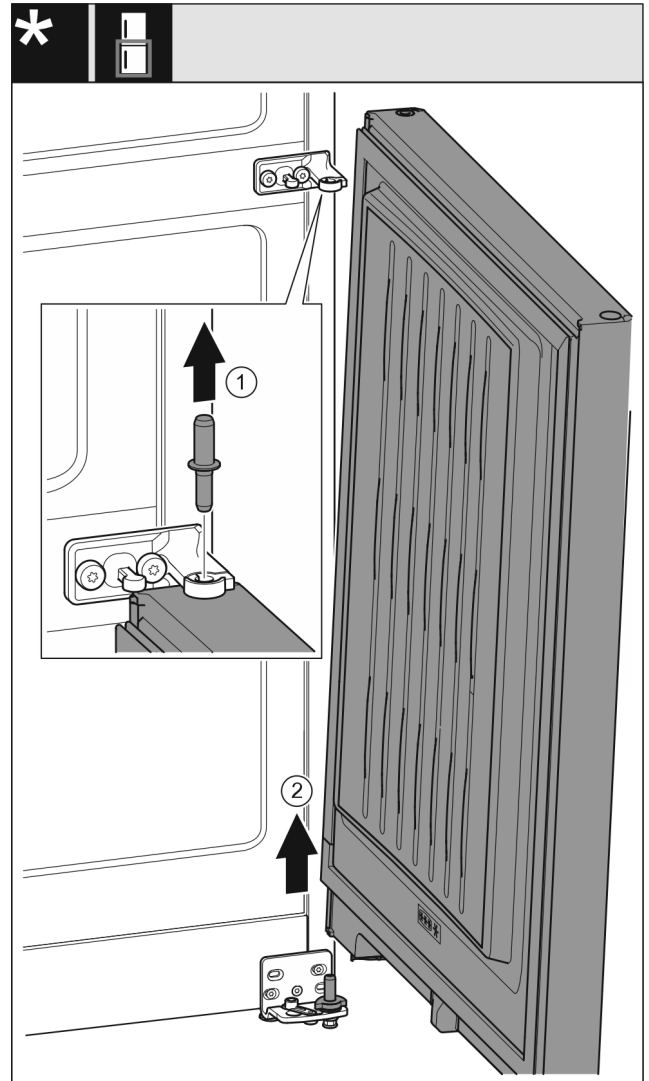

Fig. 10 Ohne Schließdämpfer
- ▶ Bolzen Fig. 10 (1) nach oben herausziehen.
- ▶ Tür Fig. 10 (2) Herausschwenken, nach oben ziehen und beiseitestellen.